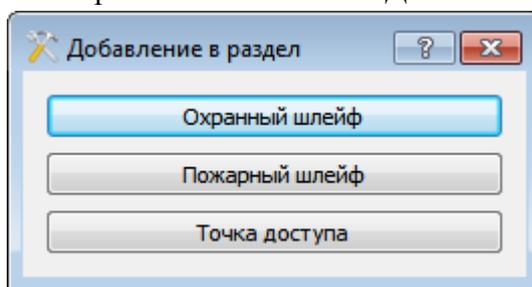

Рис. 60
- Выберите в иерархическом дереве добавленный раздел «Помещение № 1» и нажмите кнопку . На экране появится окно «Добавление в раздел» (Рис. 60).
. На экране снова появится окно «Добавление в раздел» (Рис. 60).